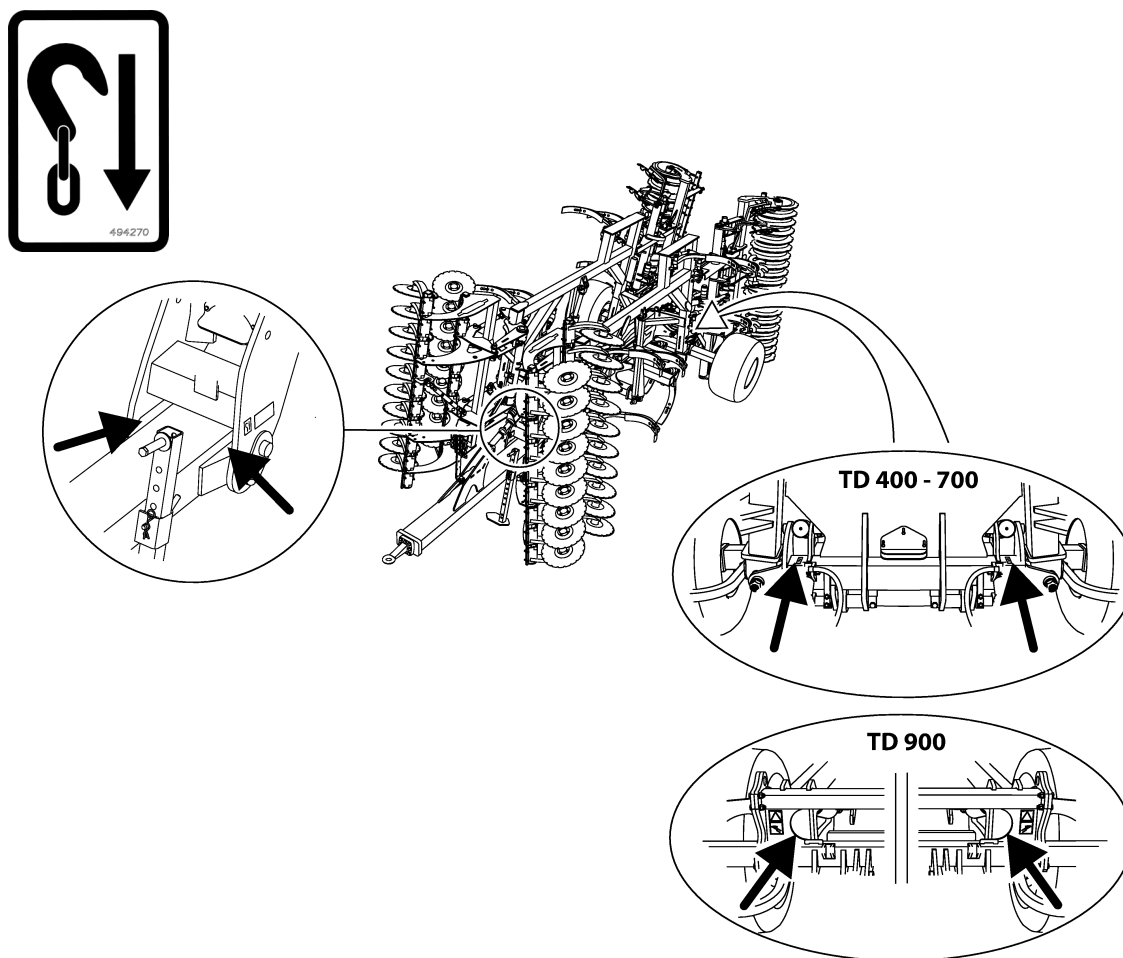

Figure 1.10
- 8 Sujetar la máquina con los estrobo adecuados, de conformidad con la normativa vigente. Los estrobo deben fijarse en la máquina en las posiciones indicadas en las etiquetas; ver “Figure 1.10 ” on page 17.
- 1 Soltar todos los estrobo de fijación para el transporte; ver "Figure 1.10".